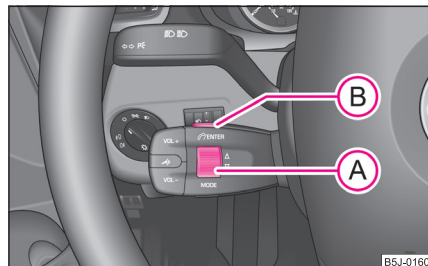

Abb. 126 Multifunktionsmodul: Bedientasten
- Durch langsames Drehen des Rändelrads **(A)** ⇒ Seite 112, Abb. 126 können Sie im Telefonspeicher nach einzelnen Namen bzw. Menüs blättern.